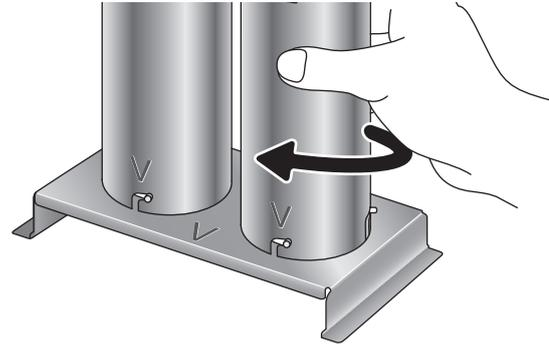

Abb. 8: Reflektoren einbauen
9. Setzen Sie die Reflektoren wieder auf. Achten Sie dabei auf die Aufsetzmarkierung „V“ (Abb. 8).
Achten Sie darauf, dass sich die Aufsetzmarkierungen „V“ auf den Reflektoren auf der gleichen Seite wie die Aufsetzmarkierungen „V“ des Rösteinsatzes befinden (Abb. 8). Anderenfalls wird es Ihnen nicht gelingen, den Rösteinsatz korrekt in das Gerät einzusetzen.